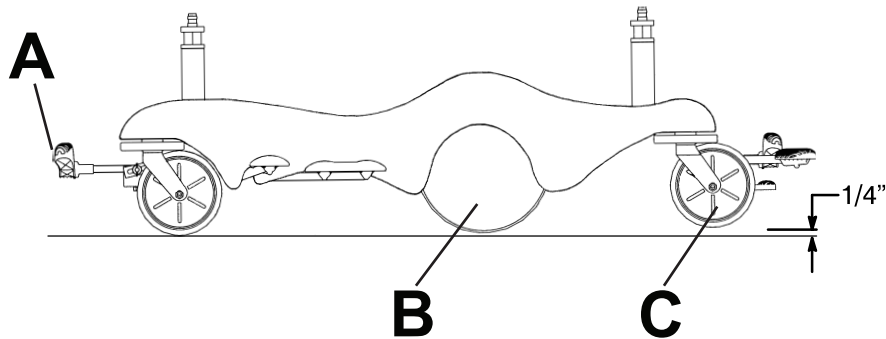

Figura 10 – Trasporto con la Big Wheel
5. Mettere il pedale freno/sterzo (A) nella posizione di sterzo (Figura 10).
- La **Big Wheel** (B) non è piroettante. Con la **Big Wheel** innestata, non è possibile spostare lateralmente il prodotto.
- Quando la **Big Wheel** (B) è innestata, il prodotto è sollevato e le ruote piroettanti del lato piedi (C) sono rialzate. Il prodotto si appoggia sulle ruote piroettanti del lato testa e sulla **Big Wheel**, agevolandone la sterzata (Figura 10).